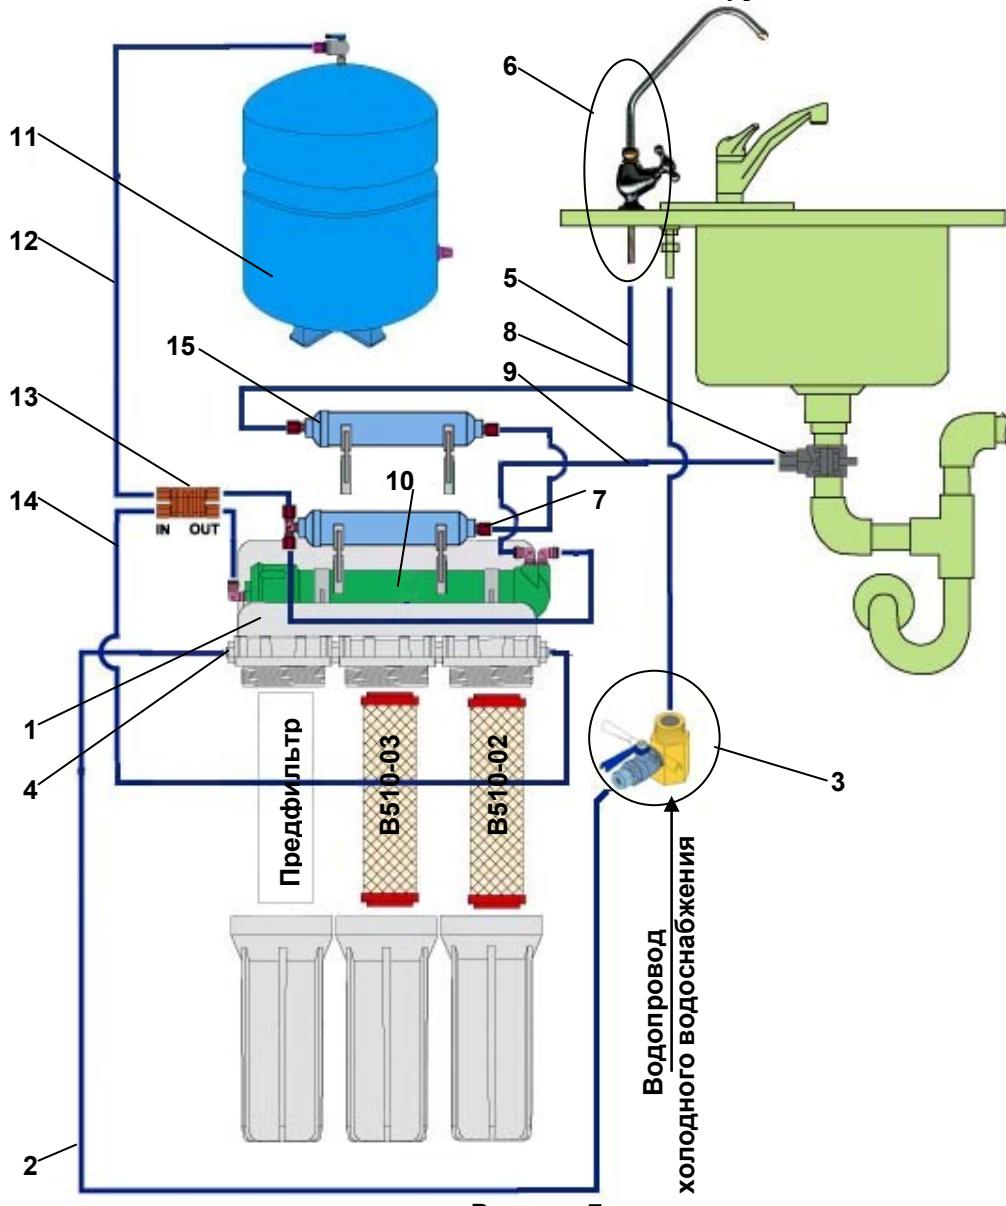

Рисунок 7
Установка водоочистителя (рис.7)
- Отсоедините трубку JG (14) от штуцера мембранных клапана (13). Соединение JG: выньте из под пластиковой втулки стопорную клипсу, нажмите на торец пластиковой втулки, вытяните трубку (или открутите накидную гайку – соединение JACO).
- Слейте через эту трубку воду в течении 15 минут, открыв основной вентиль системы холодного водоснабжения и входной кран* (см. Рисунок 7 позиция 3).
- Подсоедините трубку JG (14) (просто вставьте предварительно смоченный водой конец трубы во втулку мембранных клапана (13) до упора на глубину примерно 15 мм) или накрутите накидную гайку.
1. Закройте кран на баке-накопителе (флажок крана должен быть повернут перпендикулярно выходящей трубке) и откройте входной кран* (см. Рисунок 7 позиция 3).
Для замены постфильтра угольного (см. рис. 7):
Для замены минерализующего картриджа (см. рис. 7):